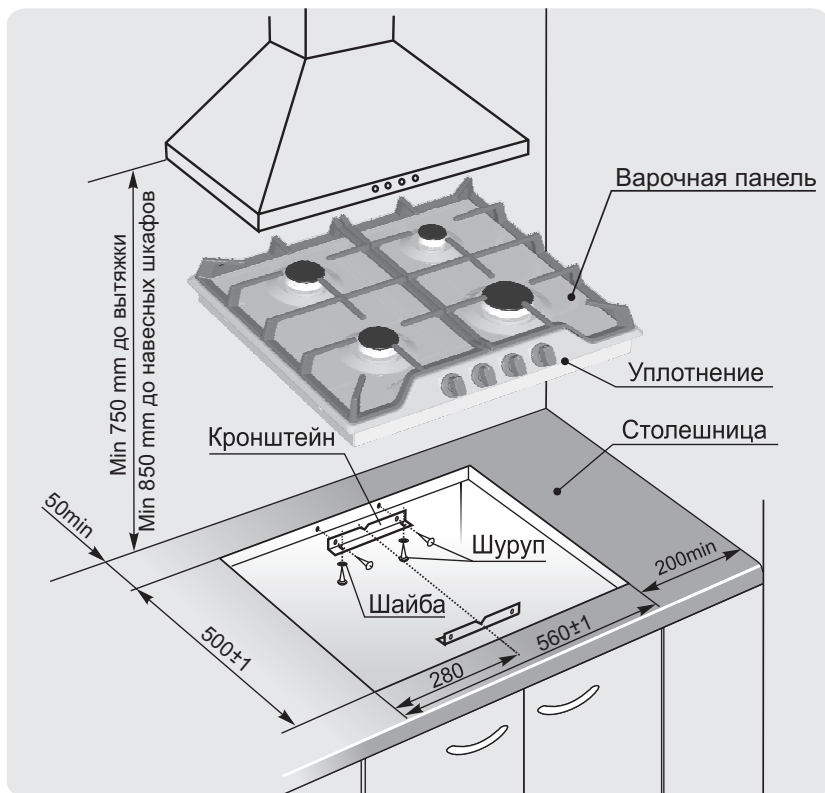

Рис. 3 МОДЕЛЬ ПВГ 1212; -01
1. Точно разметить на столешнице контур проема под варочную панель в соответствии с рис. 3.